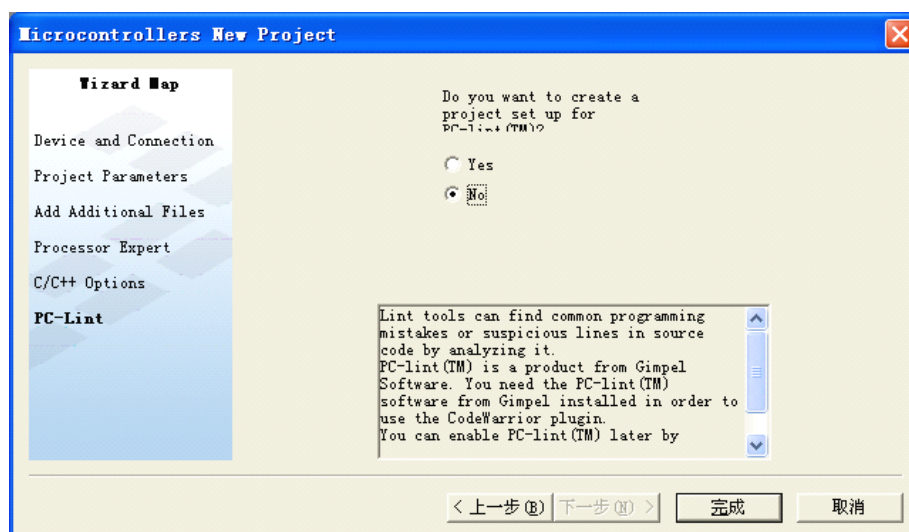

图 1-8 PC-lint (TM) 设置界面
7、点击下一步进入 PC-lint (TM) 设置界面，如图 1-8 所示。PC-lint (TM) 是 Gimpel 软件公司开发的程序调试工具，图中选择 “No”。